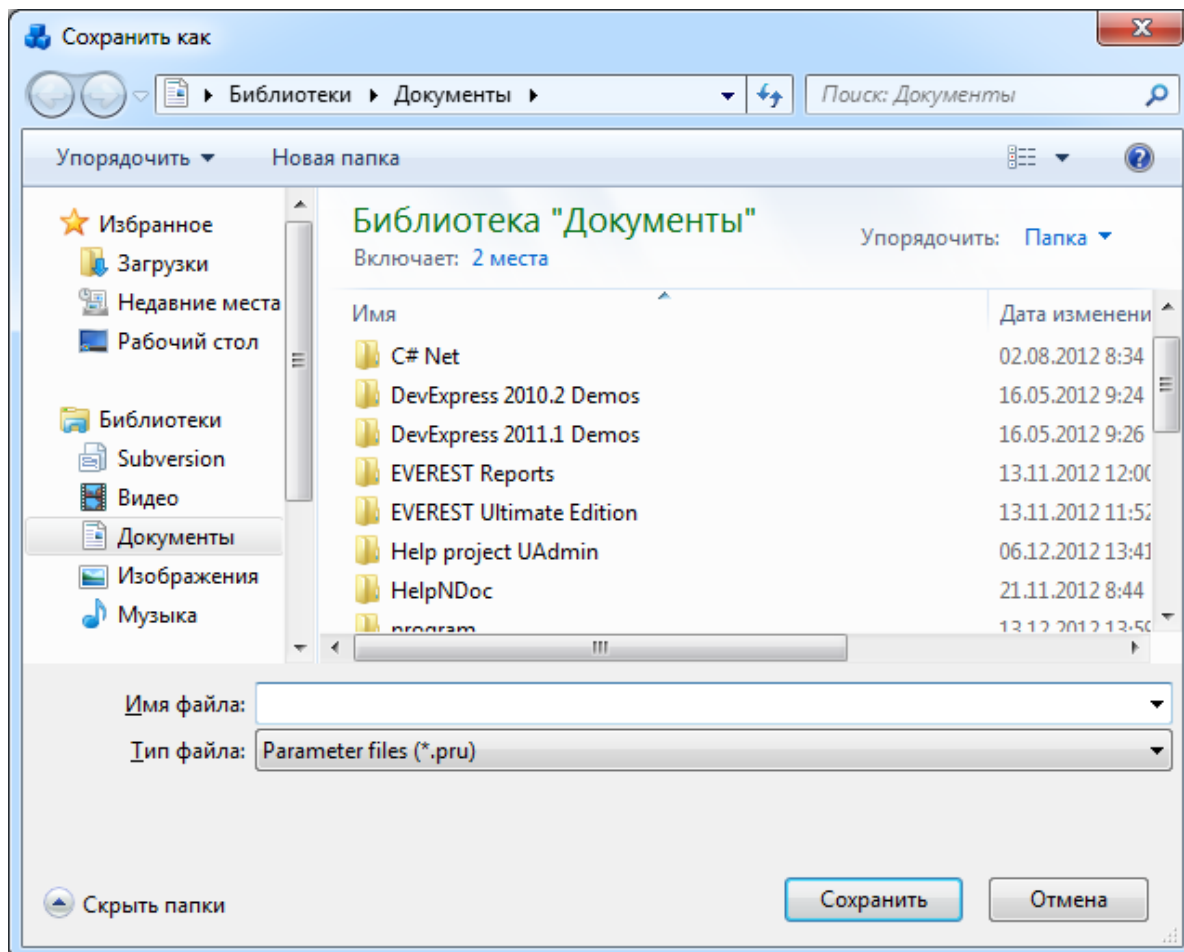

Рисунок 3.9.14
Кнопка «Сохранить параметры в файл» выполняет сохранение введенных параметров в файл формата «*.prg», чтобы тот же самый набор данных в будущем можно было использовать, просто загрузив задание из файла (Рисунок 3.9.14).
- «Сохранить в БД» - сохранение параметров и результатов в БД (Рисунок 3.9.14).